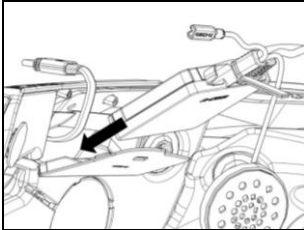

Abb. 6
- Setzen Sie die E-Box in den dafür ausgesparten Bereich ein (Abb. 6).